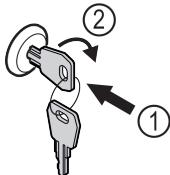

Fig. 140
- Uvucite ključ Fig. 140 (1).
- Okrenite ključ za 90° nadesno Fig. 140 (2).